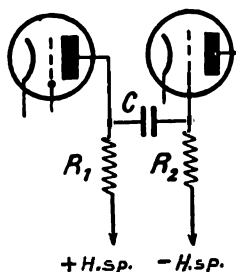

Fig. 55. Koppeling door weerstanden en capaciteit. R_1 = plaatweerstand; C = koppelingscondensator; R_2 = lekweerstand.
veranderlijke spanningen. We kunnen ze heel gemakkelijk overbrengen door middel van de capaciteit van een condensator C , die tusschen den weerstand R_1 en het rooster van de tweede lamp wordt geplaatst (fig. 55). Op die manier wordt het rooster geïsoleerd voor de hooge positieve gelijkspanning, terwijl de wisselspanningen vrijen toegang tot dat rooster hebben.
W. — Dat hangt er van af . . . Ze hebben ieder hun voor- en nadeelen. De weerstandskoppeling heeft het bezwaar van den voortdurenden gelijkspanningsval, die in den weerstand R_1 ontstaat (fig. 55). Op die manier blijft er op de anode slechts een gedeelte over van de totale spanning van de stroombron. Daarentegen kan de gelijkstroomweerstand van een inductieve reactantie klein genoeg gehouden worden en zal bijgevolg het gelijkspanningsverlies gering zijn. Maar aan den anderen kant heeft de inductieve reactantie-koppeling het bezwaar, dat niet alle muzikale frequenties in dezelfde mate versterkt worden.